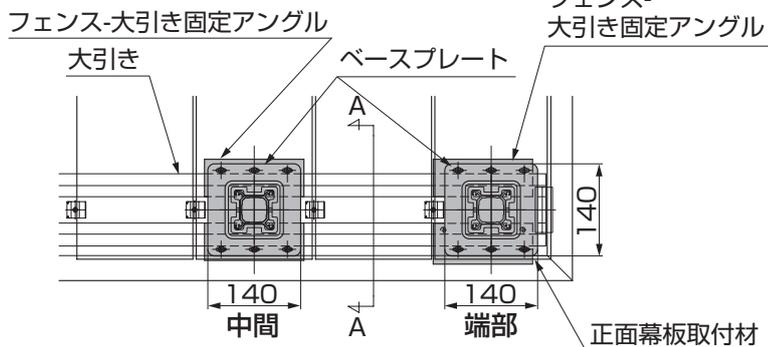
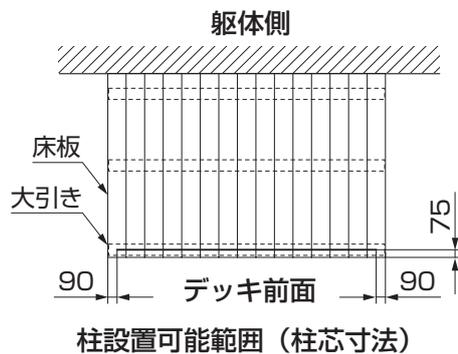
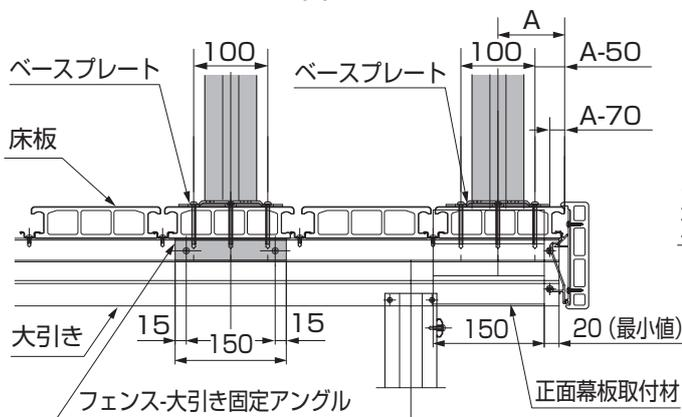
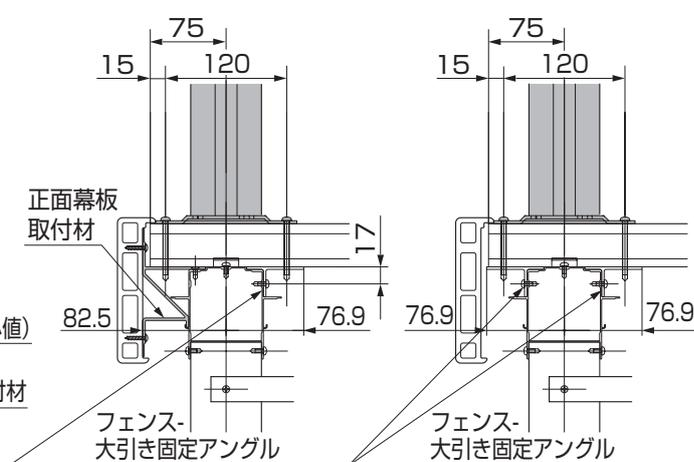

図4-7
図4-8
図4-9
図4-10 A-A矢視図
- デッキの中間部に立てる場合、端部に立てる場合には、図4-7、図4-8、図4-9、図4-10を参照して取付けてください。
- 図4-9のA寸法値の最小値は90mmです。
- 図4-9のA寸法の最大値は、フェンス-大引き固定アングルに手が届く約400mmの範囲内で自由に設定することができます。
②ネジ位置をマーキングしてください。
③マーキングした床板に、φ5.5の下孔をあけてください。（※1）
④大引きにフェンス-大引き固定アングルを、【4-1】で取付けてください。
⑤ベースプレートを【4-2】で、床板の下の幕板固定金具またはフェンス-大引き固定アングルまで取付けてください。